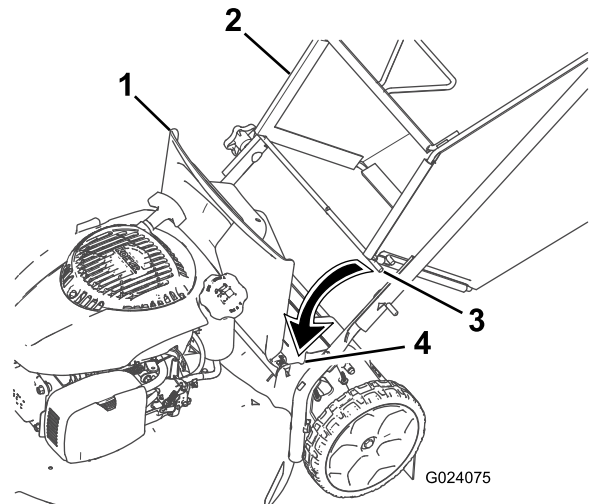

Figura 17
1. Levante el deflector trasero (Figura 17).
2. Introduzca los extremos de la varilla de la bolsa de recogida en las muescas de los soportes del manillar (Figura 17).